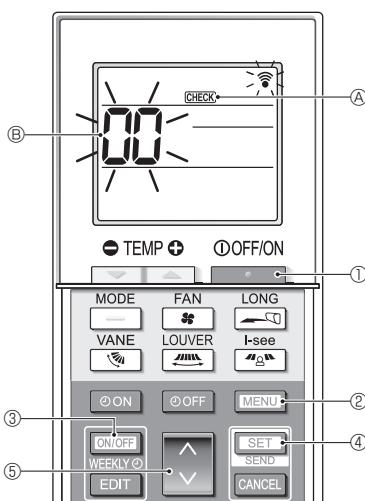

Fig. 7-6
7.3.2. Trådløs fjernstyring (Fig. 7-6)